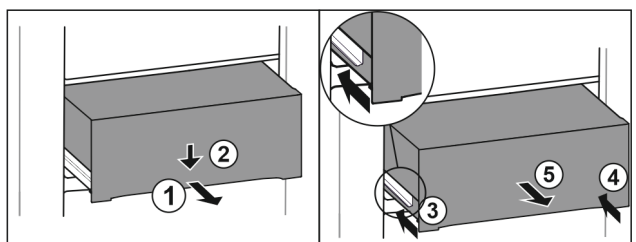

Fig. 114
- ▶ Extraiga el cajón hasta la mitad. Fig. 114 (1)
- ▶ Presionar hacia abajo el cajón de la parte delantera. Fig. 114 (2)
- ▶ Introducir el carril izquierdo unos 2 cm. Fig. 114 (3)
- ▶ Introducir el carril derecho unos 2 cm. Fig. 114 (4)
- ▶ Extraiga el cajón hacia delante. Fig. 114 (5)